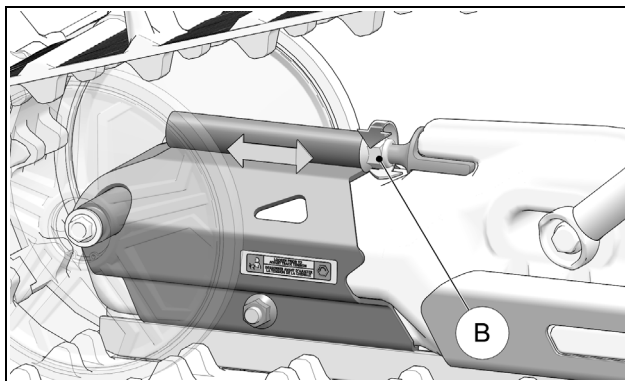

Figure 20
Tourner l'écrou d'ajustement de tension (B) dans le sens horaire ou antihoraire pour régler la chenille à la tension recommandée. Figure 20.